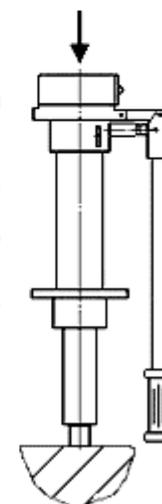

Рис. 4
- после выполнения действий п.7.2 выдвиньте шток до упора в бурт гильзы. В этом случае поднятая вверх рукоятка 8 не опускается вниз при приложенном на нее усилие 30-40 кгс. Поставьте гидроцилиндр штоком вниз на торец штока (рис. 4), закрыв пальцем отверстие в пробке 11.
Для достижения лучшего результата создайте дополнительное усилие для возврата штока в исходное положение, нажав свободной рукой на бачок 13 «сверху-вниз» (рис. 4).